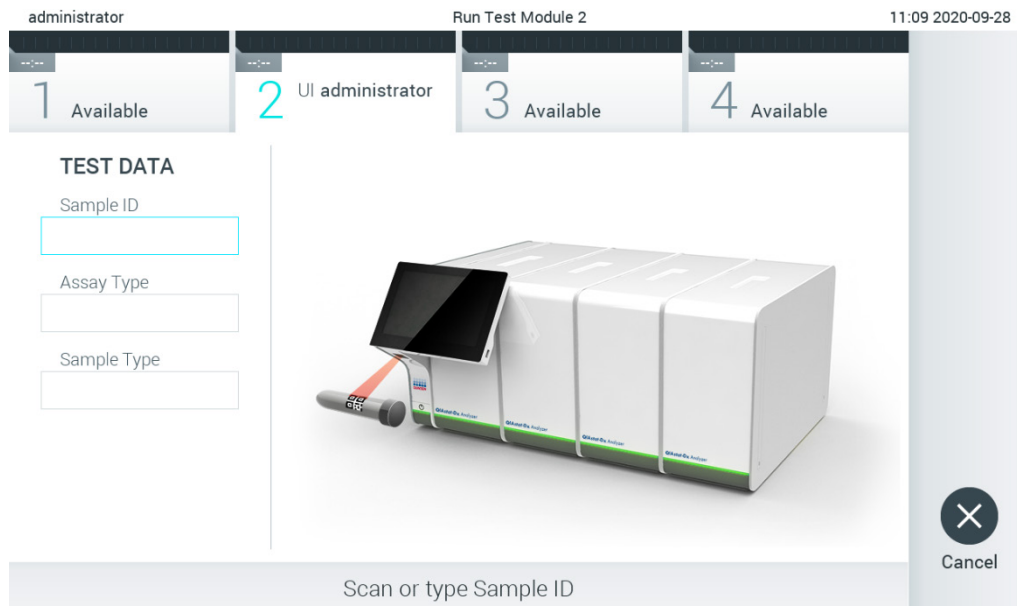

Figura 75. Lendo o código de barras de ID da amostra.
2. Quando solicitado, leia o código de barras de ID da amostra com o leitor de códigos de barras integrado no Módulo operacional (Figura 75).